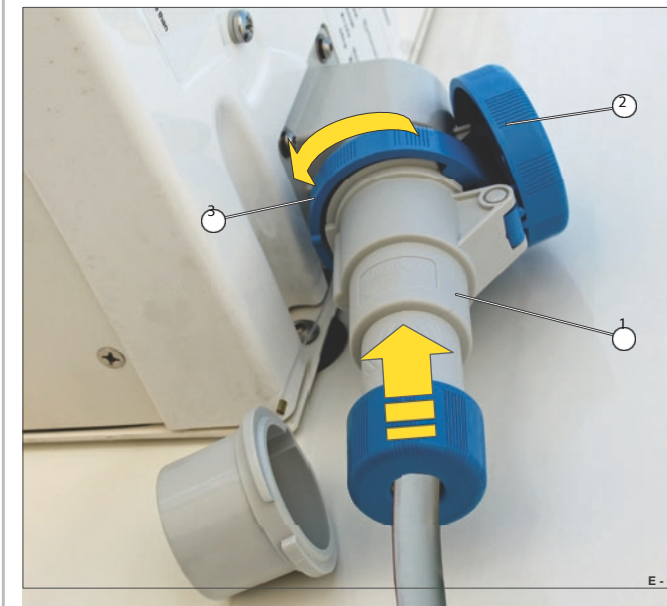

Fig. 13 Ficha do adaptador ligada
- Abrir e segurar a tampa (Fig. 13/2).
- Introduzir a ficha adaptadora (Fig. 13/1) na ligação à rede - certificar-se de que os contactos estão completamente inseridos.
- Fixar a ficha de adaptação com a tampa de rosca (Fig. 13/3) - apertar bem.